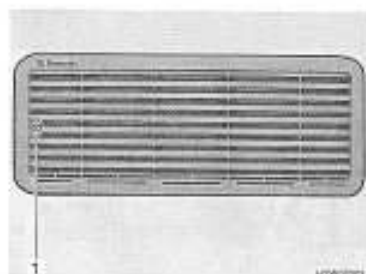
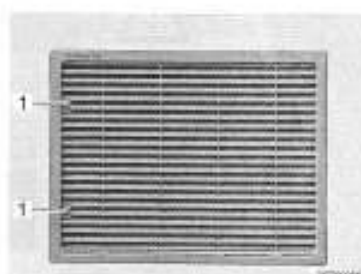

Fig. 156 Grille d'aération du réfrigérateur (Dometic petit)
Fig. 157 Grille d'aération du réfrigérateur (Dometic grand)
- Tourner la vis (Fig. 156,1 ou Fig. 157,1) d'un quart de tour à l'aide d'une pièce de monnaie.